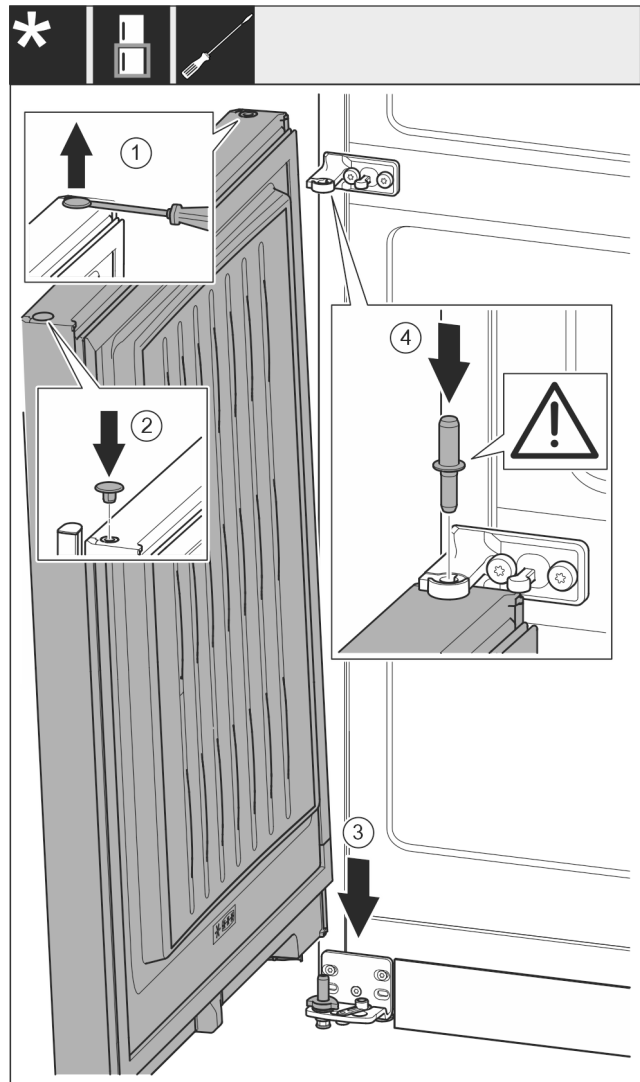

Fig. 23
- ▶ Stopfen Fig. 23 (1) vorsichtig mit einem Schlitzschraubendreher anheben und herausziehen.
- ▶ Stopfen Fig. 23 (2) auf der anderen Türseite wieder einsetzen.
- ▶ Tür Fig. 23 (3) von oben auf den unteren Lagerbolzen aufsetzen.
- ▶ Lagerbolzen Mitte Fig. 23 (4) durch Lagerbock Mitte in die untere Tür einsetzen. Dabei darauf achten, dass der Rastnocken nach hinten zeigt.